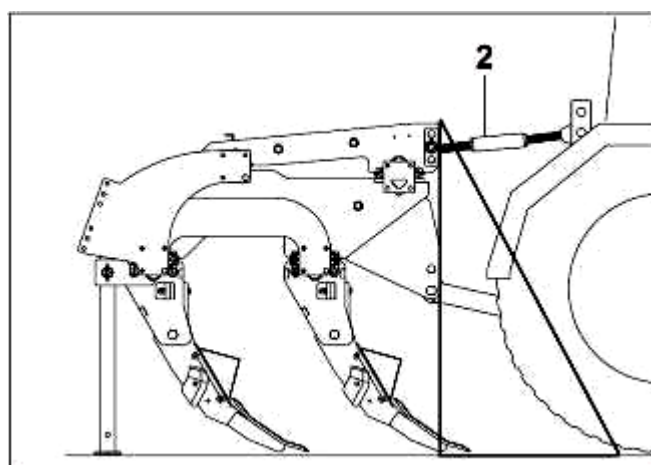

Рисунок 6.
- Подсоединить верхнюю тягу (2) (рис. 6) трактора при помощи пальца и зафиксировать палец верхней тяги. При помощи верхней тяги (2) установить агрегат перпендикулярно.
Агрегат во время работы должен находиться параллельно земле. Регулировка параллельности агрегата осуществляется с помощью верхней тяги трактора (2) (рис. 6).